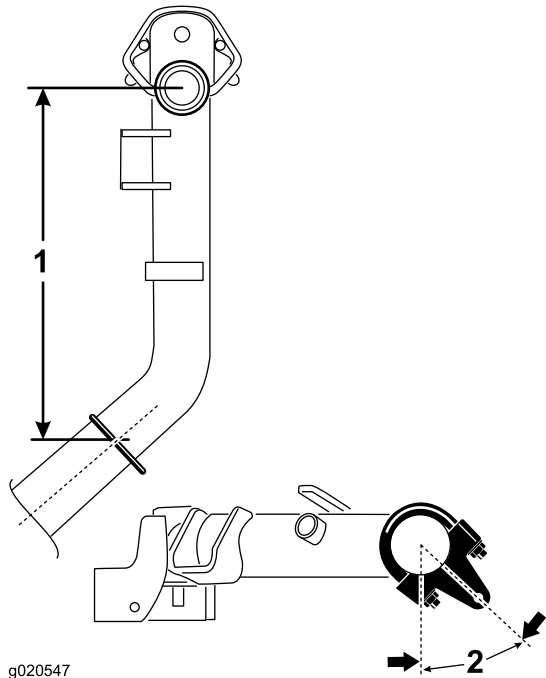

Bild 6
4. Positionieren Sie die Halterungen und U-Bügel an den Hubarmen Nr. 2 und Nr. 3 38,1 cm hinter der Mittellinie des Kreuzgelenks (Bild 6).